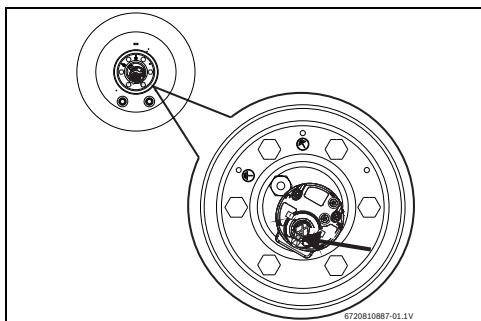

Рис. 14 Кнопка разблокировки (Tronic 2000T)
- ▶ Полностью нажмите кнопку разблокировки (рис. 14 и 15).